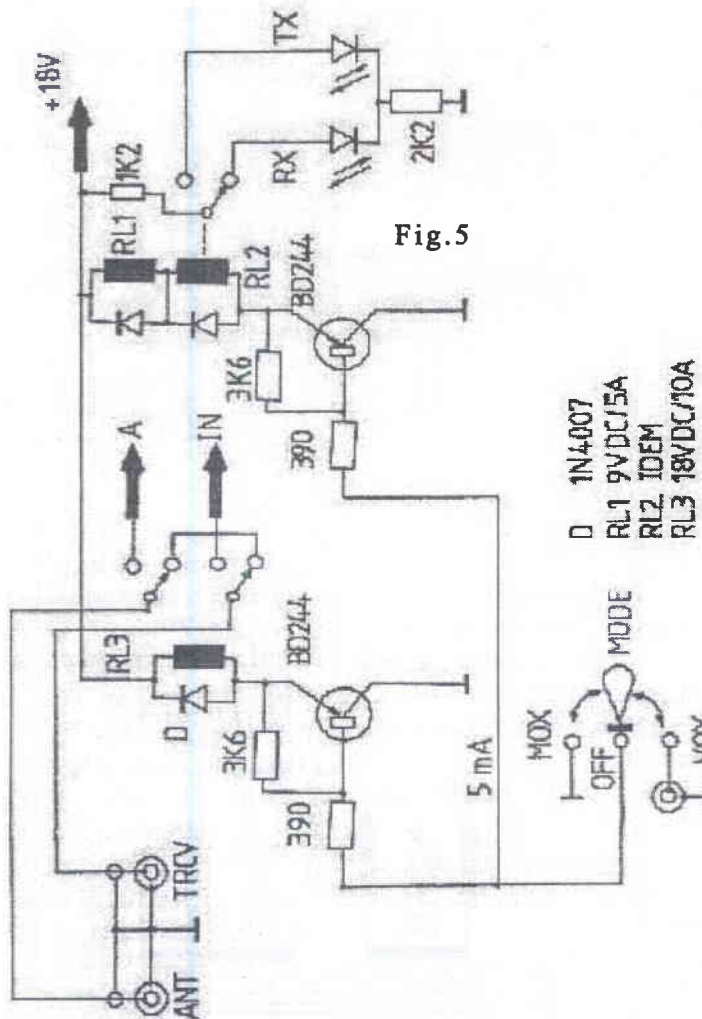

Fig. 5
Poza circuitului de comunicație este prezentată în Fig.5. (5A display-ul LCD atașat montajului, 5B vederea TOP a montajului).
1.5. Sistemul de comandă emisie/recepție. Este prezentat în Fig.5 El folosește trei rele și anume: RL1, RL2, RL3.